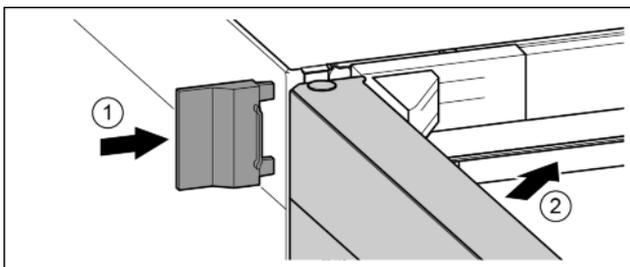

Fig. 18
- ▶ Äußere Abdeckung aufchieben. Fig. 18 (1)
- ▶ Obere Tür schließen. Fig. 18 (2)